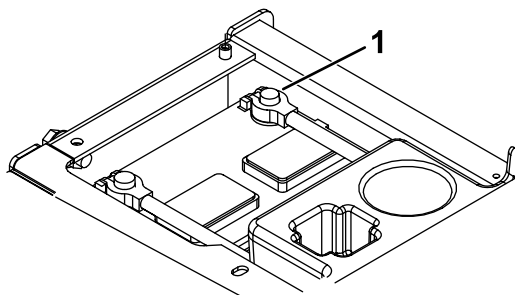

Figur 7
- Sätt i säkringen på 10 A i det öppna uttaget i säkringsblocket (Figur 7).